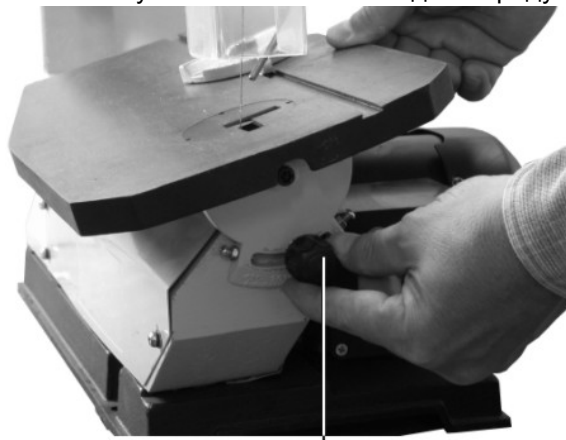

Рис. 6
10.2. Ослабьте винт фиксации (5) угла наклона рабочего стола (6), Рис.6. Установите рабочий стол (6) под прямым углом к пильному полотну (7), Рис.7.
10.3. С помощью угольника (19), Рис.7, убедитесь, что угол между пильным полотном (7) и рабочим столом (6) равен 90°. Если рабочий стол (6) расположен перпендикулярно к пильному полотну, винтом фиксации (5) закрепите положение рабочего стола (6), Рис.6,7.